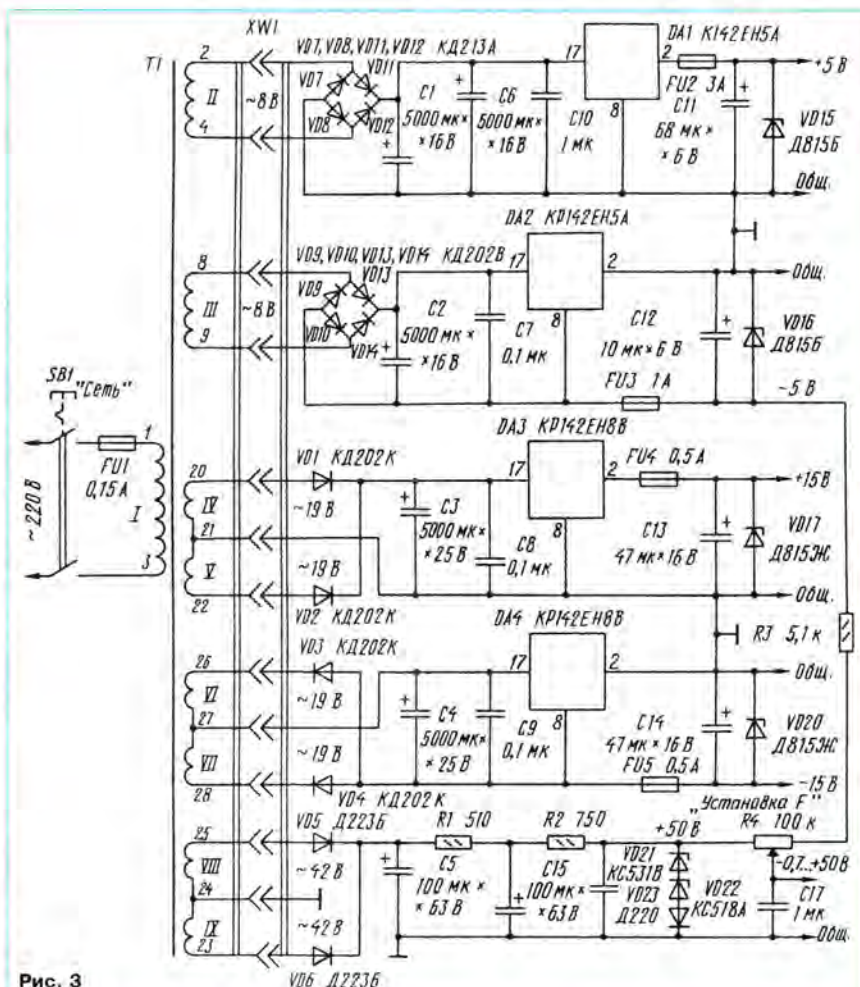

Рис. 3
Питание устройства осуществляется от стабилизированного источника, принципиальная схема которого приведена на рис. 3. Напряжение перестройки в пределах  $-0,7...+50$  В от блока питания (см. рис. 3) поступает на основную плату на вход LC-фильтра для варикапов генератора СВЧ. Для обеспечения частотной модуляции может быть применен узел модуляции, описанный в [2].
Принципиальная схема такого передатчика показана на рис. 5. Основой его шифратора служит мультивибратор на транзисторах VT1 и VT2, генерирующий колебания 3Ч прямоугольной формы. При указанных на схеме номиналах частото- задающих конденсаторов C1 и C2, резисторов R2 — R7 и положениях контактов кнопочных переключателей SB1 — SB4 мультивибратор симметричный. Частота следования генерируемых им колебаний — 125...130 Гц, период (T) одного колебания — около 8 мс, а длительность импульсов и пауз между импульсами — 4 мс. Графическое изображение колебаний симметричного мультивибратора вам уже знакомо по рис. 3, а первой статьи.